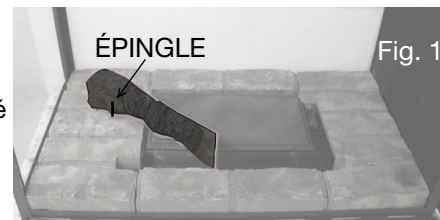

Fig. 1
2. Placer bûche #1 sur l'épingle aux coin du bruleur et l'épingle aux base de protection à la côté gauche. Placer une épingle au centre de la bûche #1, comme illustrée en Figure 1.